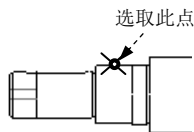

图 3.8.67 选取中心点
Step5. 在系统  在当前视图上, 给细节选择中心点。的提示下, 在图样的边线上选取一点 (在视图的非边线的地方选取的点, 系统不认可), 此时在选取的点附近出现一个十字线, 如图 3.8.67 所示。